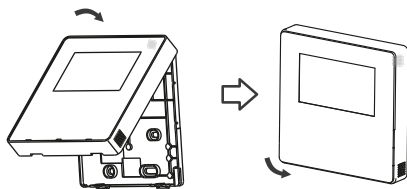

Fig. 3-11
- Évitez tout serrage accidentel du câblage lors de la remise en place de la partie frontale du contrôleur. (Fig 3-11)